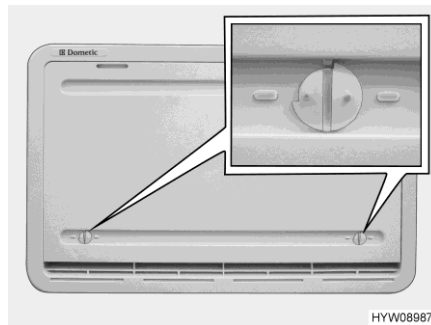

Bild 238 Vinterskydd
När kylskåpet ska vara i drift vid låga utetemperaturer, rekommenderar tillverkaren användning av ett vinterskydd (Bild 238) för kylskåpets ventilationsgaller.
- Öppna båda lås (Bild 238) (noten står horisontellt).